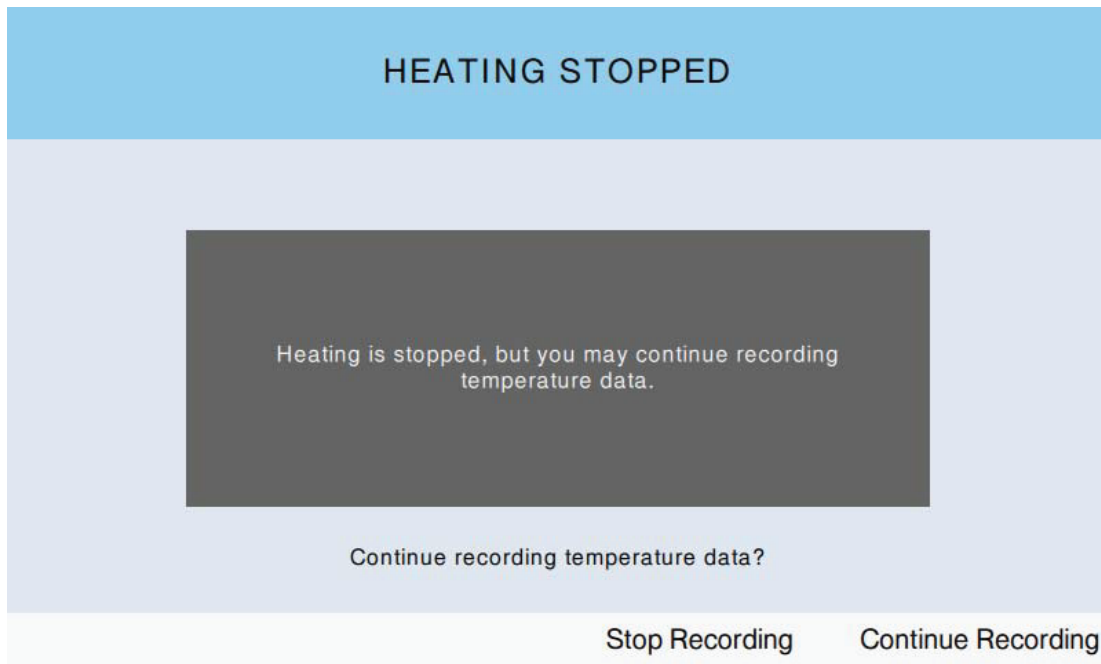

Figura 6-10. Mensaje para detener el registro
Paso 7. Cuando la secuencia de deshidrogenado haya finalizado, se mostrará un mensaje para presionar **[Stop]** (Detener). Después de presionar **[Stop]** (Detener), aparecerá un segundo mensaje que pregunta si debe detenerse el registro. Presione **[Stop Recording]** (Detener registro) para finalizar el registro o **[Continue Recording]** (Continuar registro) para continuar registrando. Consulte la Figura 6-10.